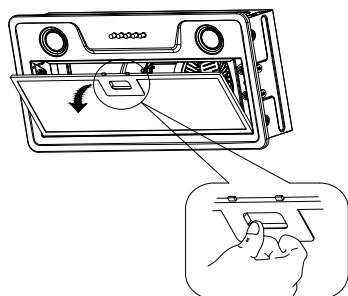

Рисунок 3
3. Извлеките алюминиевый фильтр, нажав на пружинный фиксатор, расположенный на его кромке (Рисунок 3).